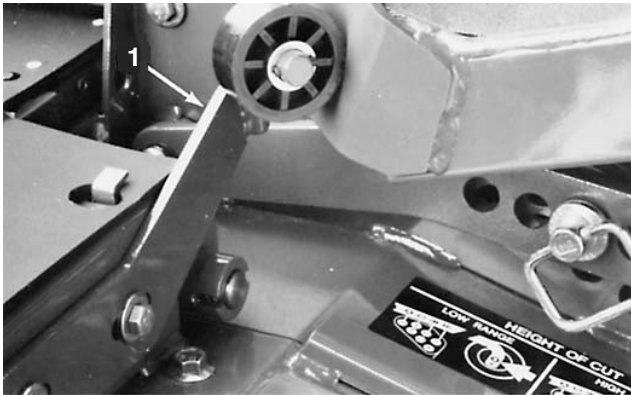

Bild 74
2. Lösen Sie die Kopfschrauben, mit denen die Halterungen der Flügelmähwerkstabilisatoren am Mähwerk befestigt sind, und schieben Sie die Halterungen nach außen (Bild 74).